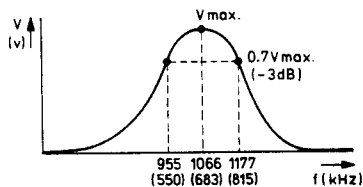

Fig. 13
- L5021 so abgleichen, dass die Amplitude bei 955 kHz und 1177 kHz gleich 0,7 x Vmax ist (Siehe Bild 13).